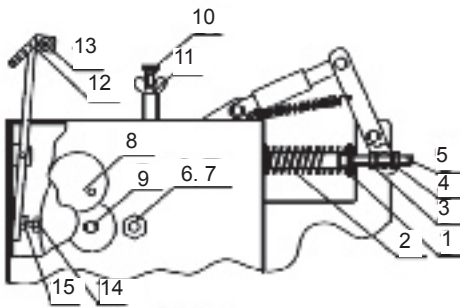

Abb. 8
- Wenn sich das Drahtseil ohne Betätigung des schwarzen Druckknopfes (1) aufwickelt, wurde die Mutter (Pos. 7) zu fest angezogen, es herrscht kein Spiel zwischen Kupplung und Trommel, d. h. Mutter lösen und den Vorgang so lange wiederholen, bis das Seil völlig still steht, wenn der schwarze Druckknopf nicht aktiviert ist.
Die Einstellung der Vorbremse erfolgt mit der Schraube (10) und Flügelmutter (11) (Abb. 8). Eine Funktion der Vorbremse übernimmt auch die Seilführung Pos. 12, (Abb. 8) in der das Drahtseil eingeführt ist. Durch richtige Einstellung wird zugesichert, dass sich das Drahtseil nicht von selbst bzw. zu schnell von der Trommel abwickelt. Das würde sonst bei einer schnellen Entlastung der Bremse und zu schnellem Abwickeln das Drahtseil beschädigen.
- anziehen der Mutter (Pos. 3) Abb.8, welche die Feder anspannt
Anschließend wird die Kette alle 60 Betriebsstunden überprüft. Das Spannen der Kette wird wie folgt durchgeführt (Abb. 8):
Auf der Seilwinde befinden sich drei Schmiernippel, die eine Schmierung der oberen und unteren Umlenkrolle sowie der Seilführung ermöglichen. Ebenfalls sind die Nippel (13) auf der Vorbremse (12) zu schmieren. (Abb.8)